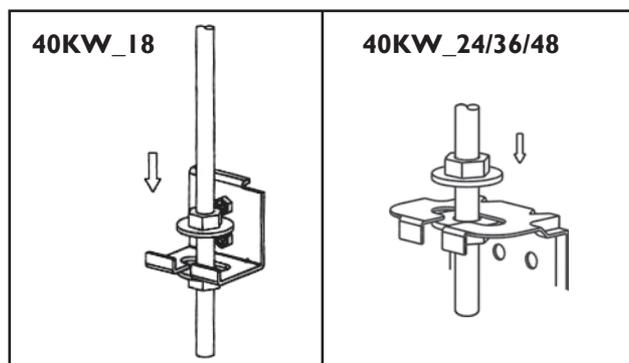

FIGURA 20
- l) Alinhe o nível da unidade ajustando as porcas, com firmeza, nos suportes laterais para garantir o nivelamento da unidade. Figura 20.